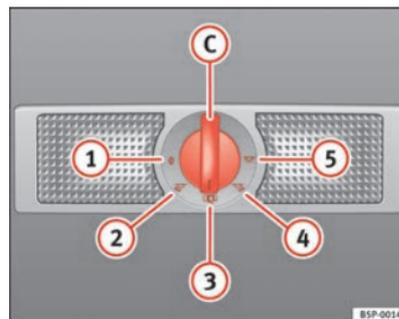

Fig. 82 Revestimento interior do tejadilho: iluminação interior e de leitura da parte traseira do habitáculo.
Com o interruptor ⇒ fig. 82 (C) podem ser seleccionadas as seguintes posições:
Com o interruptor na posição ⇒ fig. 82 (1) a luz interior e os spots de leitura estão desligados.